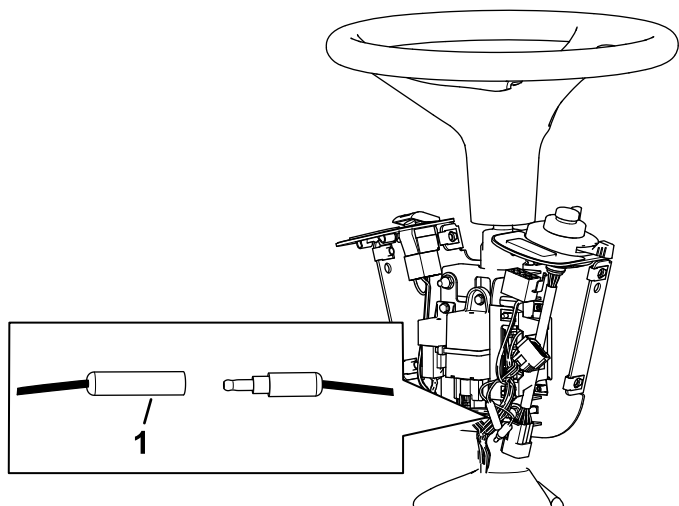

**Figur 9**
- 8. Løsn boltene omkring ratstammebasen (Figur 9).
9. Løft basen, og bor et hul på 22 mm (7/8") som vist i Figur 9.